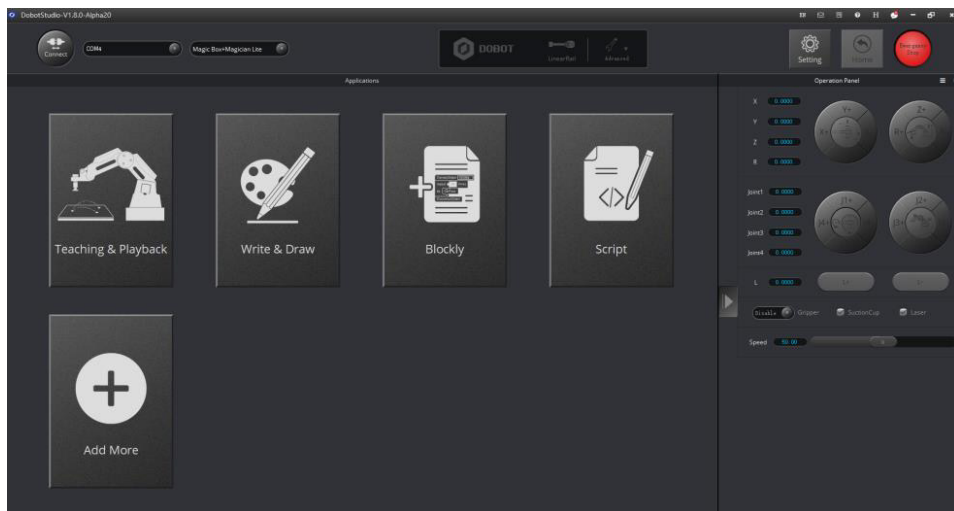

Figura 15: Página do DobotStudio
1. Clique duas vezes no atalho da área de trabalho do DobotStudio. A página do DobotStudio será exibida, como mostrado na Figura 15.